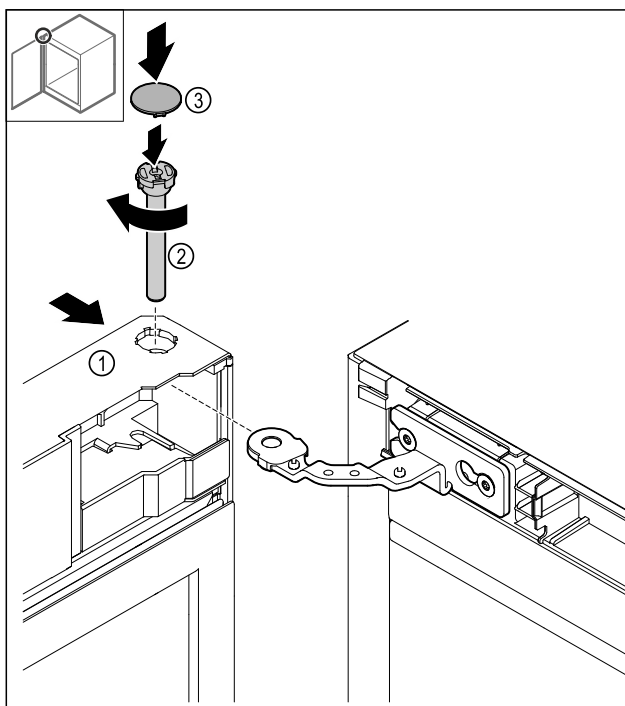

Fig. 48
- Pomaknite vrata Fig. 48 (1) gore do šarke.
- Umetnite svornjake Fig. 48 (2) i pritegnite ih nadesno.
- Postavite poklopac Fig. 48 (4).